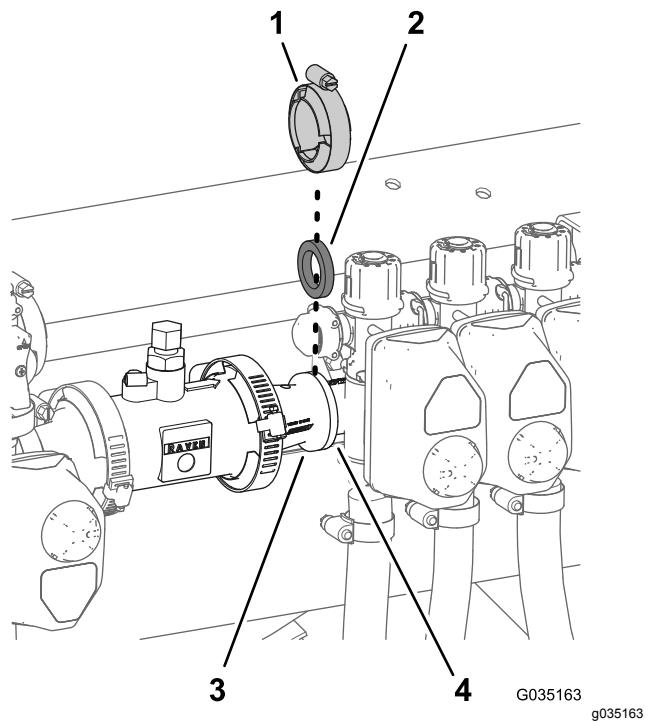

Figura 36
3. Per le macchine **con** il sistema di irrorazione ExcelaRate, rimuovete il morsetto flangiato e la guarnizione che fissano l'adattatore del riduttore alla valvola di sezione delle barre di sinistra (Figura 36).